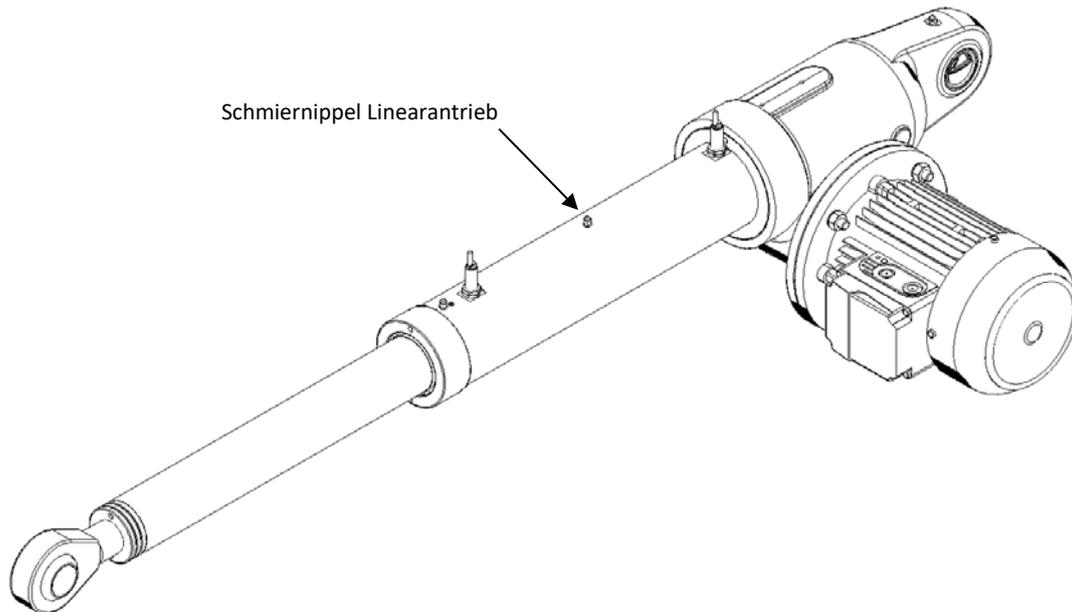

Abbildung 9.2 – Schmieren des Linearantriebs
- Schmieren Sie den Linearantrieb wie in Abb. 9.2 dargestellt erneut an den entsprechenden Schmiernippeln.